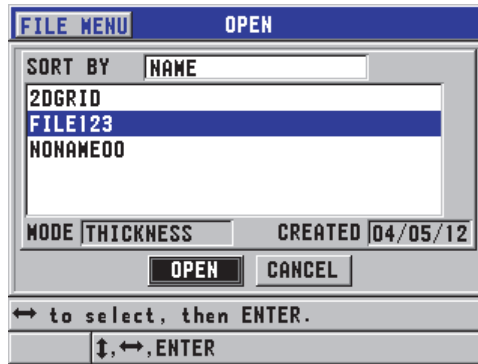

Figura 6-27 Abrir um arquivo
2. Na tela **OPEN** (veja Figura 6-27 na página 120):